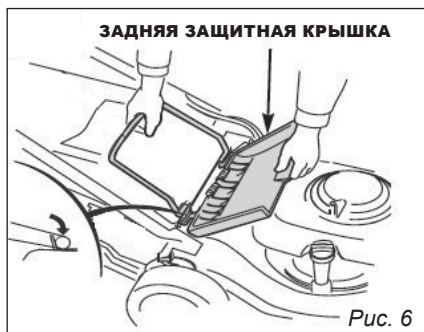

Рис. 6
5. Для установки травосборника поднимите заднюю защитную крышку и установите собранный травосборник в пазы (рис. 6).
6. Для установки травосборника поднимите заднюю защитную крышку и установите собранный травосборник в пазы (рис. 6, 7).